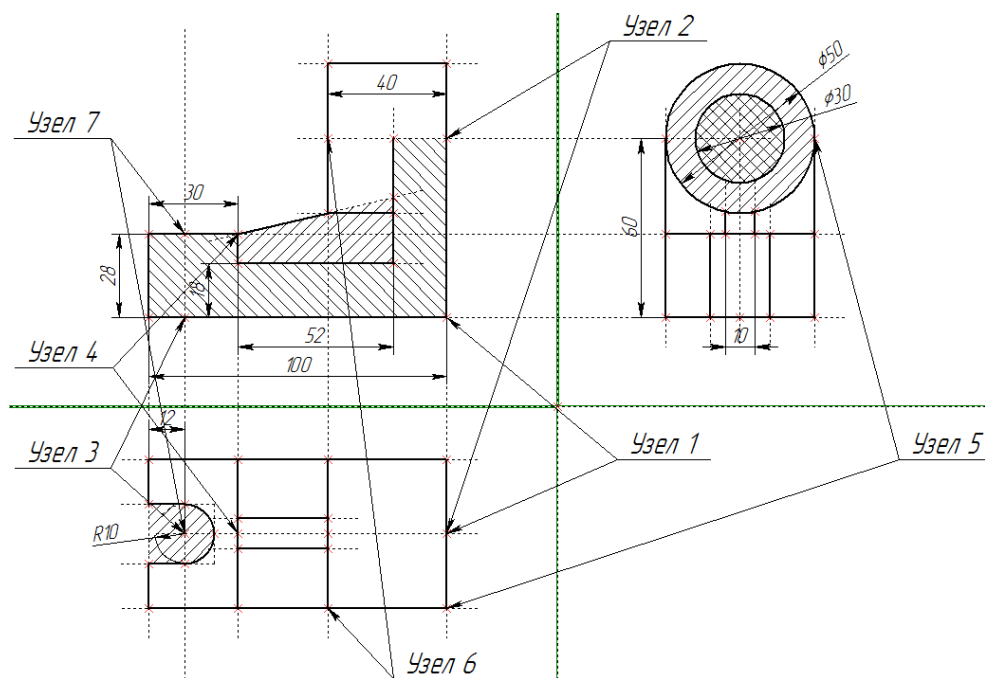

Рисунок 3.10 – 3D узлы
3) Создайте 3D Узлы (рисунок 3.10) «Чертеж / 3D Узел»  3D Узел